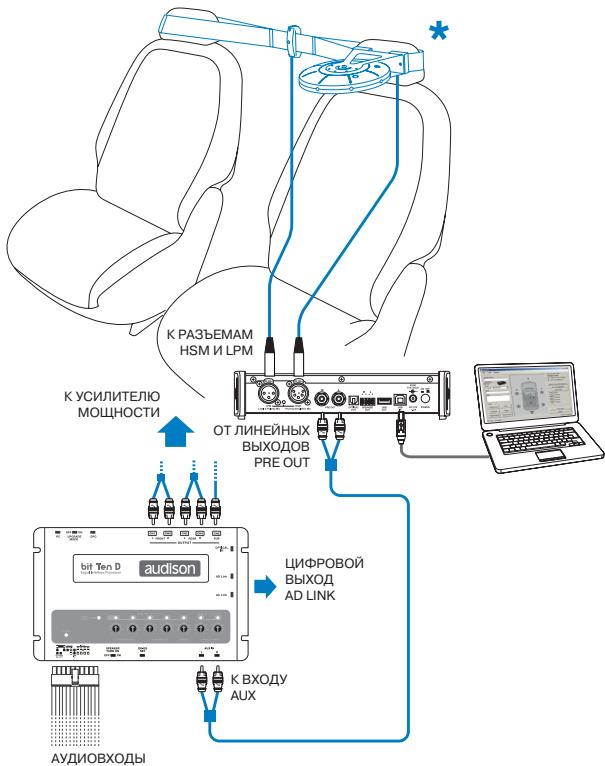

Рис. 1: Схема подключения для bit Ten (D)
**1.** Подключите bit Tune к аудиопроцессору bit Ten (D) (рис. 1) или bit One (рис. 2).